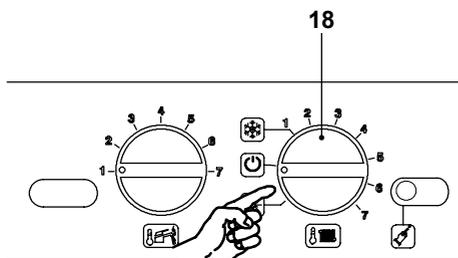

Figura 7.12
- Spegnerla caldaia portando il selettore 18 sulla posizione "U" Figura 7.12.